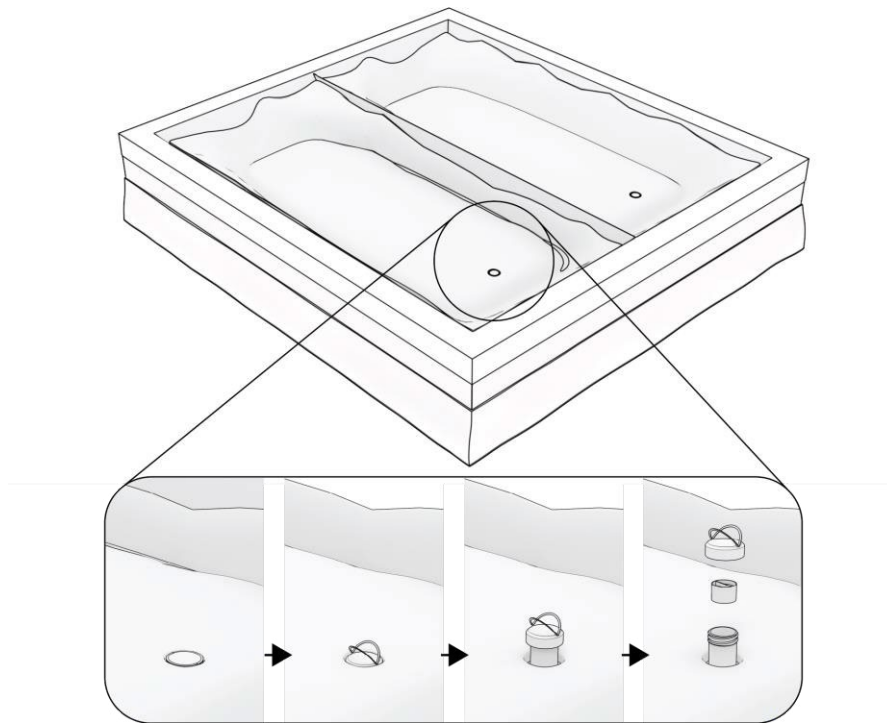

Abbildung 16: Positionierung der Wassermatratzen und Öffnen der Einfüllkappen.
Schritt 17. Falten Sie die Wassermatratze aus und legen Sie diese über die Sicherheitsfolie. Achten Sie darauf, dass sich die Füllkappen oben und am Fußende des Bettes befinden. Öffnen Sie die Verschlusskappen der Matratze, indem Sie diese mit einer Drehbewegung herausziehen. Danach kann die Kappe abgeschraubt und vom Verschluss entfernt werden, wie in Abbildung 16 dargestellt.
Schritt 18. Achten Sie darauf, dass die Matratze gut über das Bett gespannt ist und keine Falten oder Knicke aufweist. Die Matratze sollte an den Ecken der Schaumstoffkanten und bei einem Duo an der Trennwand anliegen, wie in Abbildung 16 dargestellt.